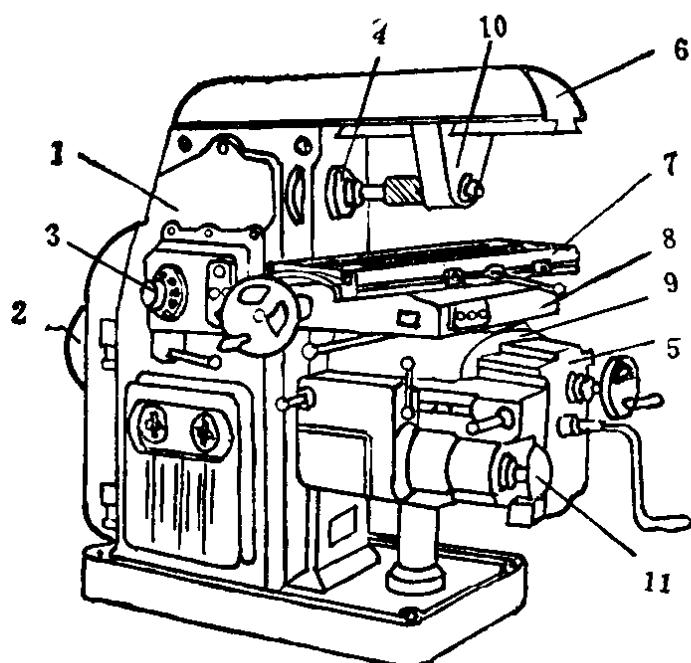

图 1
(1) 床身：如图 1 中的 1，它是固定与支承其它部件的基础。顶部与前面分别有水平燕尾导轨和垂直燕尾导轨与横梁 6 和升降台 5 相连。床身内部还装有电动机 2、主轴变速箱的变速机构 3 等零部件。床身应坚固耐磨，水平与垂直燕尾导轨和各个轴孔都要经过精细加工，以保证机床的刚性与精度。
(2) 横梁：如图 1 中的 6，其上可安装吊架 10，用来支承刀杆外伸端，以加强刀杆刚性。横梁可在床身顶面的水
(3) 主轴：如图1中的4，它用来安装与紧固刀杆、带动铣刀旋转。前端锥孔与刀杆锥面紧密接触，中间通孔用来穿过螺栓，并以主轴后面拉紧刀杆。主轴上各个配合表面都要经过精密加工，以保证铣刀旋转时的平稳性。
(4) 升降台：如图1中的5，它的作用是：带动工作台沿垂直燕尾导轨上下移动，以调整铣刀与工作台台面之间的距离。进给变速箱及操纵机构11安装在升降台的侧面，通过操纵手柄，可使工作台获得不同的进给速度。
(5) 工作台：包括三个部分，上面是纵向工作台7，用来安装工件并带动工件作纵向移动。中间部分是转台8，它可将工作台在水平面内旋转一个角度，以适合加工螺旋槽的需要。下面是横向工作台9，它可在升降台的水平导轨内移动，以带动纵向工作台一起作横向进给。